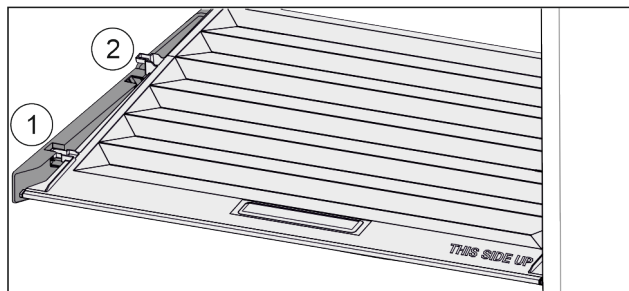

Fig. 25
- ▶ Deslice la tapa hacia delante hasta la abertura de las piezas de sujeción Fig. 25 (1).
- ▶ Levántela por detrás desde abajo y retírela tirando hacia arriba Fig. 25 (2).